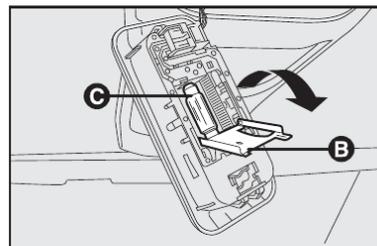
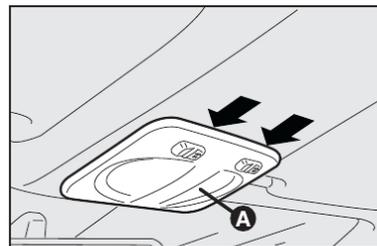

fig. 28
fig. 27
- substituir as lâmpadas **C-fig. 28** desvinculando-as dos contatos laterais e certificando-se de que as novas lâmpadas estejam corretamente bloqueadas entre os contatos;
- fechar o portinhola **B-fig. 28** e fixar a plafoniera **A-fig. 27** no próprio alojamento certificando-se do bloqueio.